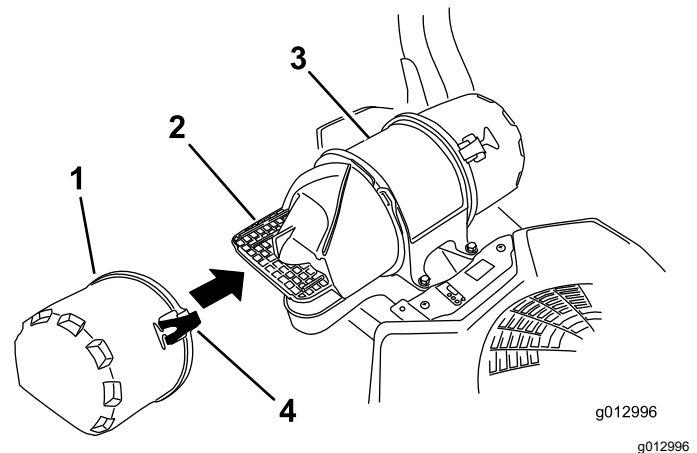

Figura 56
3. Ouvrez les dispositifs de verrouillage du filtre à air et séparez le couvercle d'entrée d'air du boîtier du filtre (Figura 56).
5. Reposez le couvercle d'entrée d'air et fixez-le avec les verrous (Figura 56).